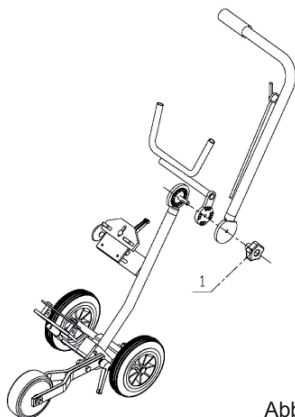

Abbildung 3
(Abb. 3) Anbringung der Wassertankhalterung und des Führungsgriffs mit der Sterngriffschraube (1).